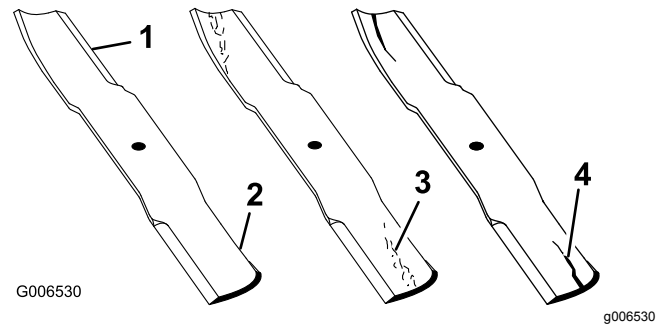

Figure 97
1. Examinez le tranchant des lames (Figure 97).
4. Remplacez immédiatement toute lame fendue, usée ou qui présente une entaille sur cette partie (Figure 97).